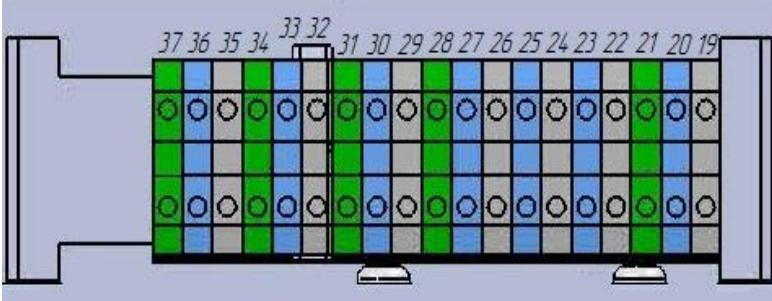

Рис. 22 6)
2.4.1 Перед началом работы котла, следует выполнить подключение исполнительных механизмов, согласно распиновки контактов клеммной колодки (см. рис. 22) панели управления Вашего котла. Подключение можно выполнить самостоятельно, либо обратитесь в сервисную службу завода изготовителя (см. Таблицу 2).
<p>Рис. 22 а)</p>	<p>FACI 645-761</p> <ul style="list-style-type: none"> 1 – Вход (фаза А) 2 – Вход (фаза В) 3 – Вход (фаза С) 4 – Вход 0 5 – Земля 6 – фаза движения в сторону А трехходов. клапана 7 – фаза движения в сторону В трехходов. клапана 8 – нейтраль трехходового клапана 9 – автоподжиг 10 – автоподжиг 11 – шнек бункера (фаза А) 12 – шнек бункера (фаза В) 13 – шнек бункера (фаза С) 14 – Шнек горелки (фаза А) 15 – Шнек горелки (фаза В) 16 – Шнек горелки (фаза С) 17 – вентилятор первичного воздуха (фаза А) 18 – вентилятор первичного воздуха (фаза В) 19 – вентилятор первичного воздуха (фаза С) 20 – вентилятор вторичного воздуха (фаза А) 21 – вентилятор вторичного воздуха (фаза В) 22 – вентилятор первичного воздуха (фаза С) 23 – вентилятор аспирации 24 – вентилятор аспирации 25 – двигатель золоудаления 26 – двигатель золоудаления 27 – двигатель автоочистки (фаза А) 28 – двигатель автоочистки (фаза В) 29 – двигатель автоочистки (фаза С) 30 – Датчик обратки теплоносителя + 31 – Датчик обратки теплоносителя - 32 – Датчик обратки теплоносителя сигнальный 33 – Аварийный датчик топливоподачи +